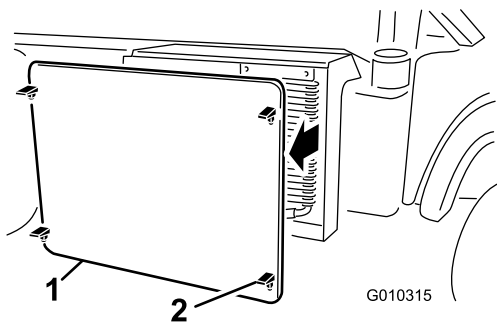

図 53
5. ラジエータースクリーンのラッチを外して、ラジエーター前面から外す (図 53)。